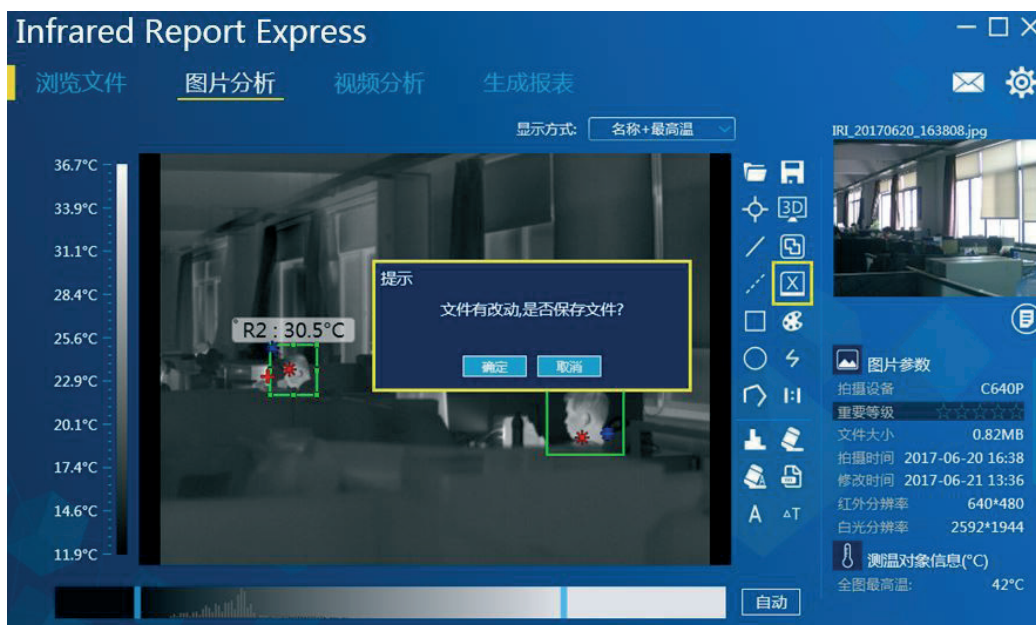

图 3-45
3. 分析完成后，点击菜单栏中的报表输出按钮【】，系统会弹出是否保存的提示信息，点击【确定】按钮，如图 3-45 所示：